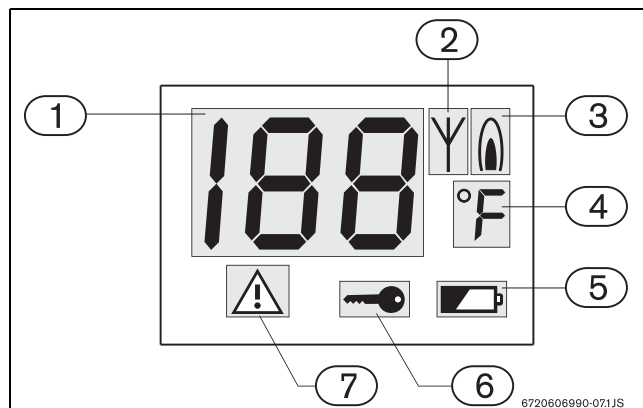

Рис. 6 Многофункциональный ЖК-дисплей
В данном устройстве есть система сообщения об ошибках. Любые возникающие в водонагревателе ошибки указываются кодом ошибки на дисплее (рис. 6, поз. 1) и символом, указывающим на защитную блокировку (рис. 6, поз. 7). ПДУ сможет снова работать только после нажатия кнопки сброса на водонагревателе или устранения ошибки.
При разряде батарей на дисплее появляется символ их разряда (рис. 6, поз. 5).
- ▶ При отсутствии потока горячей воды нажмите и удерживайте кнопки «» или «» в течение 5 секунд на заблокированном устройстве (ПДУ или водонагреватель), пока не исчезнет символ «» (рис. 6, поз. 6).